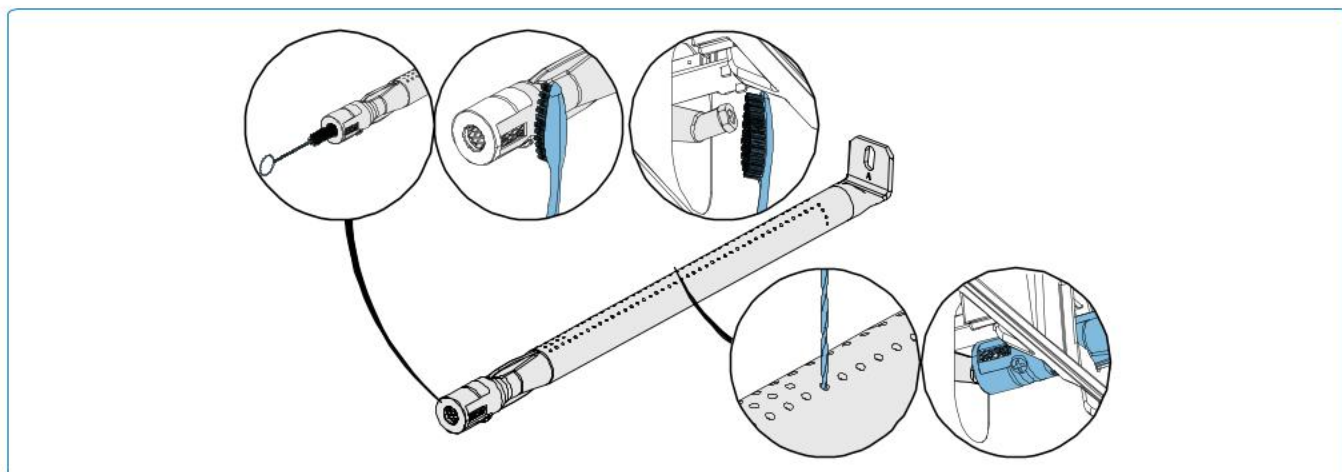

Abb. 15
1. Entfernen Sie die Schraube(n), die den Brenner an der Rückwand des Grills befestigen. Schieben Sie den Brenner nach hinten und oben, um ihn zu entfernen (**Abb. 15**).